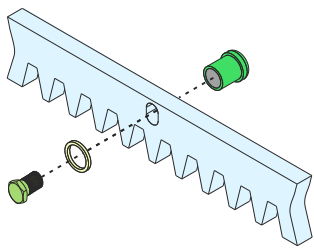

Fig. 8
6.2. Fixez les cliquets de support sur chaque élément de crémaillère, à l'aide des vis de blocage spéciales; Attention à les placer dans la partie supérieure du trou - Fig. 8;